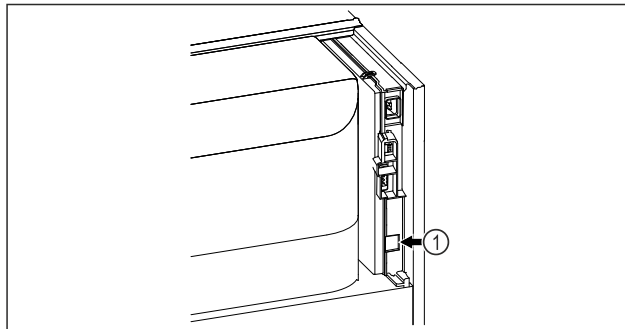

Fig. 99
- SmartModule *Fig. 99 (1)* se rabi.